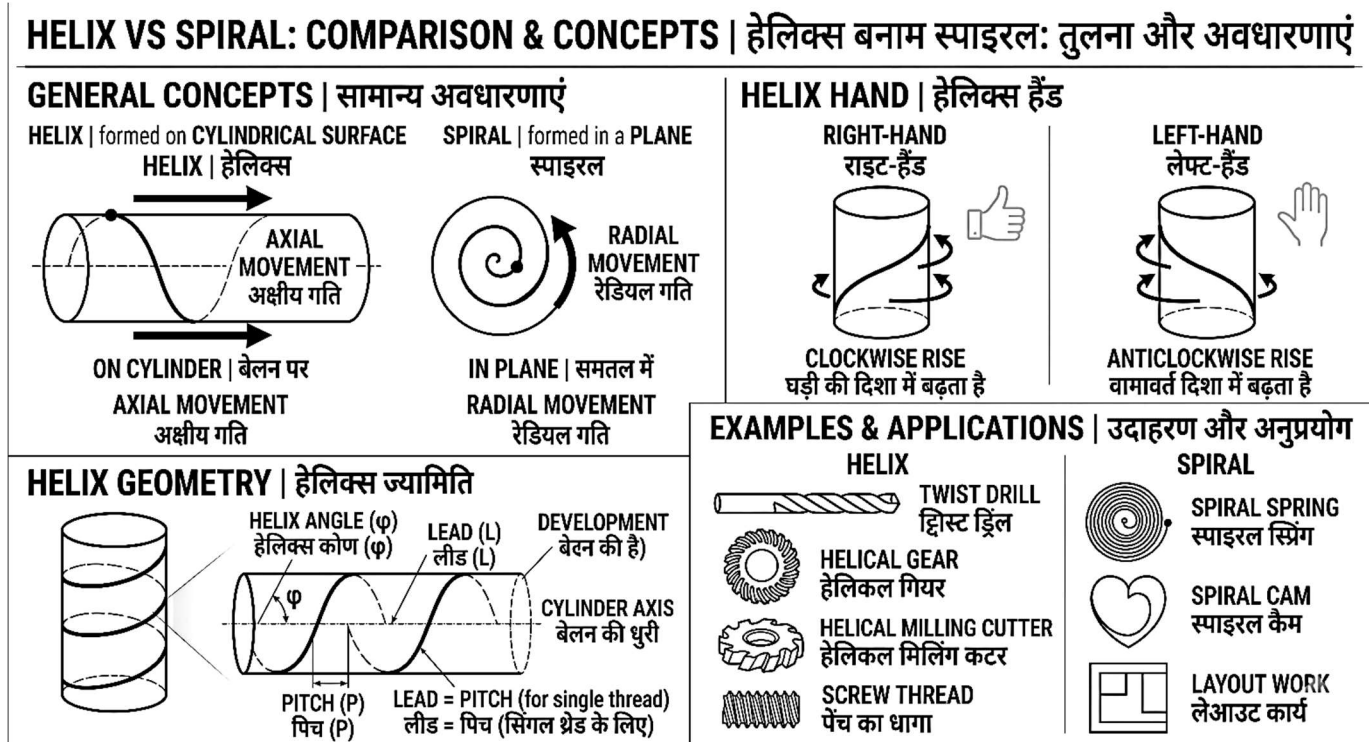

Fig. 2.13: Helix and Spiral - Comparison and Applications | हेलिक्स एवं स्पाइरल - तुलना और अनुप्रयोग
2.14.1 Introduction (Fig. 2.13)
2.14.1 परिचय (Fig. 2.13)